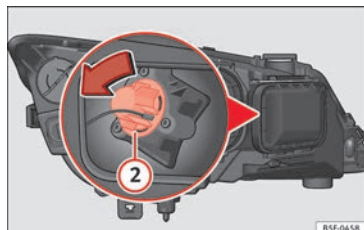

Fig. 106 Lampadina dell'indicatore di direzione.
- Ruotare il portalamпада » **fig. 106** ② verso sinistra e tirare.